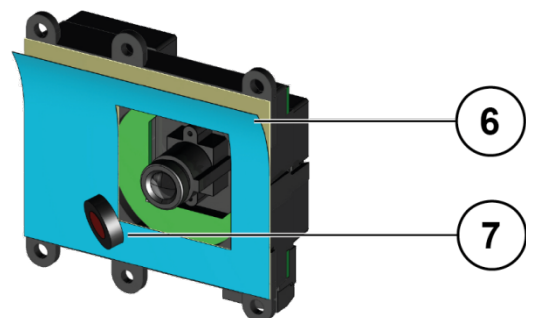

Abb. 8: Adapter an Kamera befestigen
- ▶ Entfernen Sie die Schutzfolie (8) vom Glas (Abb.: 8).